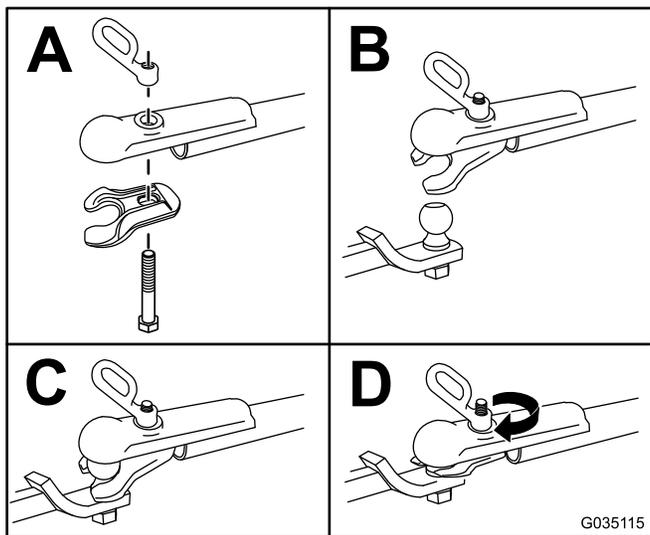

Figure 18
- Attelez la machine comme montré à la Figure 18.